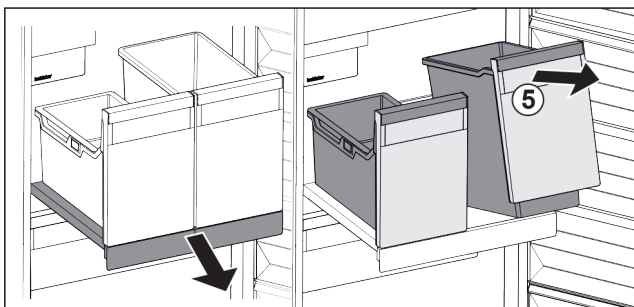

Fig. 89
- ▶ Bak Fig. 89 (5) aan voorzijde optillen.